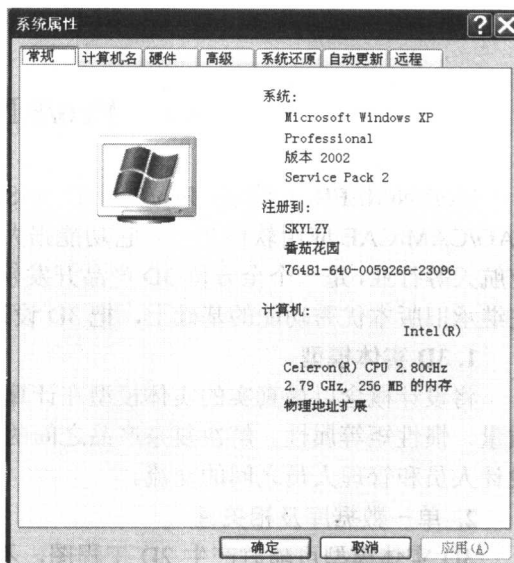

图 1-1 【系统属性】对话框
(1) 首先在桌面上右击【我的电脑】图标，从快捷菜单中选择【属性】菜单，打开如图 1-1 所示的【系统属性】对话框。